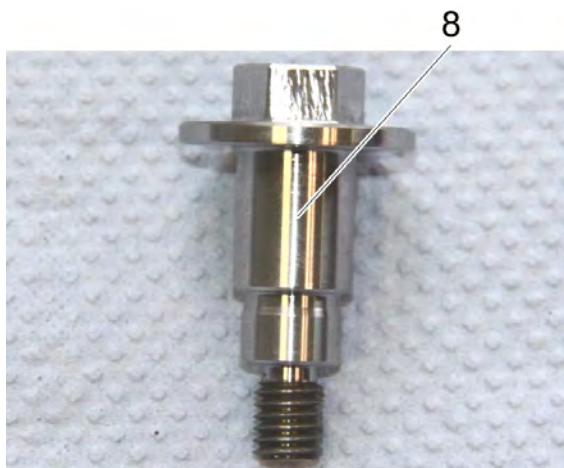

Bild 17
12. Die beiden Sicherungsschrauben (item 8) mit Loctite 243 versehen. Siehe Bild 17.